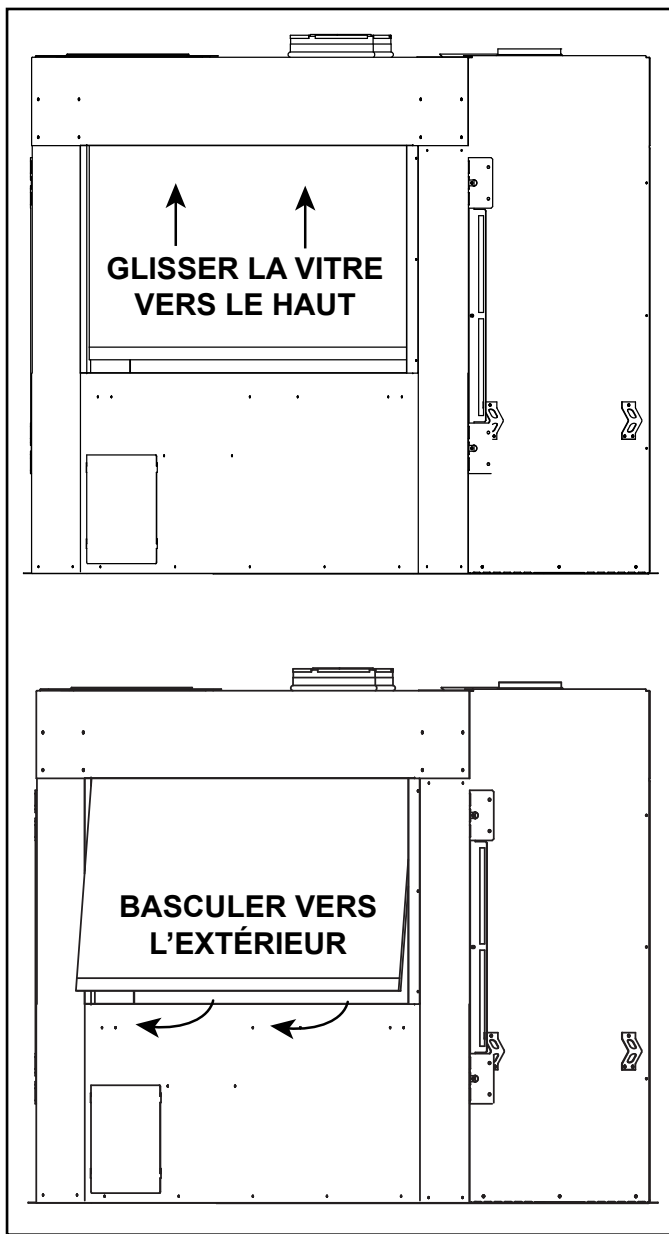

Figure 4.1 Retrait de la vitre de protection
3. Soulevez le verre tout droit dans la cavité supérieure, basculez la partie inférieure vers l'extérieur et retirez le verre de l'appareil. Voir la figure 4.1.